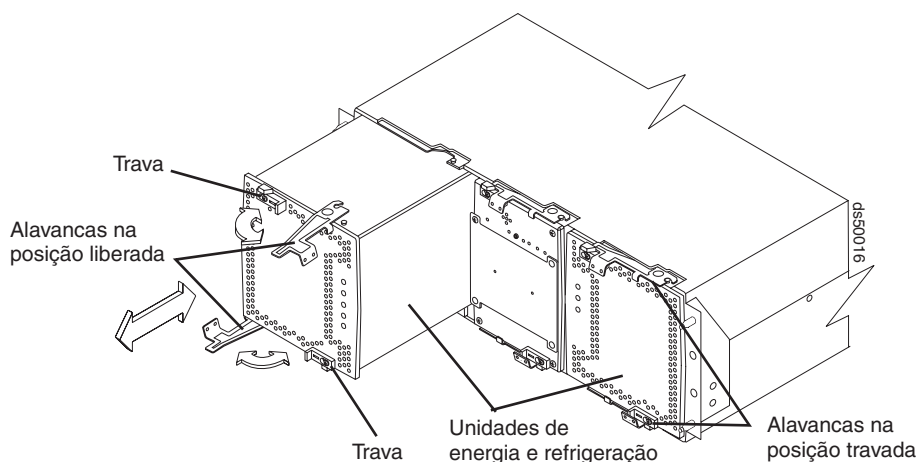

Figura 117. Removendo uma unidade de fonte de alimentação e de ventilador do DS5100 e DS5300
9. Destrave as alavancas superior e inferior na unidade de fonte de alimentação e de ventilador com falha. Gire as alavancas simultaneamente e remova a unidade de fonte de alimentação e de ventilador com falha. (O Figura 117 na página 200 mostra uma unidade de fonte de alimentação e de ventilador